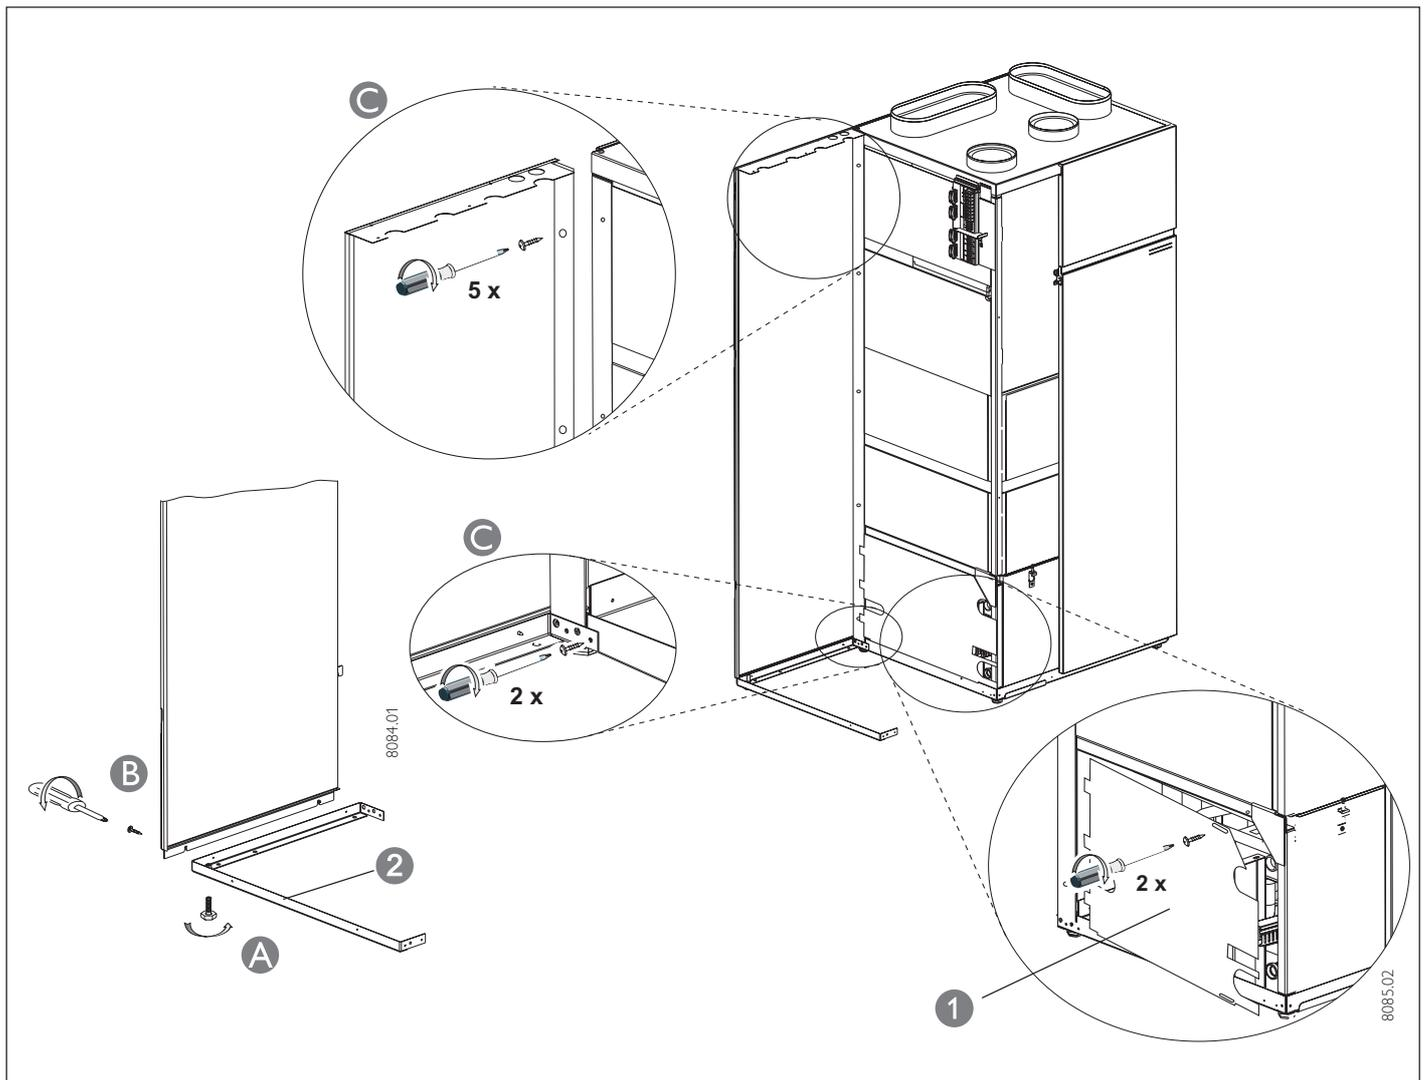

Abb. 9
- ⇒ Je einen Stellfuß (enthalten im Beipack) in den Winkel ② und in die Leiste ③ hindrehen A (Abb. 9 und 10).